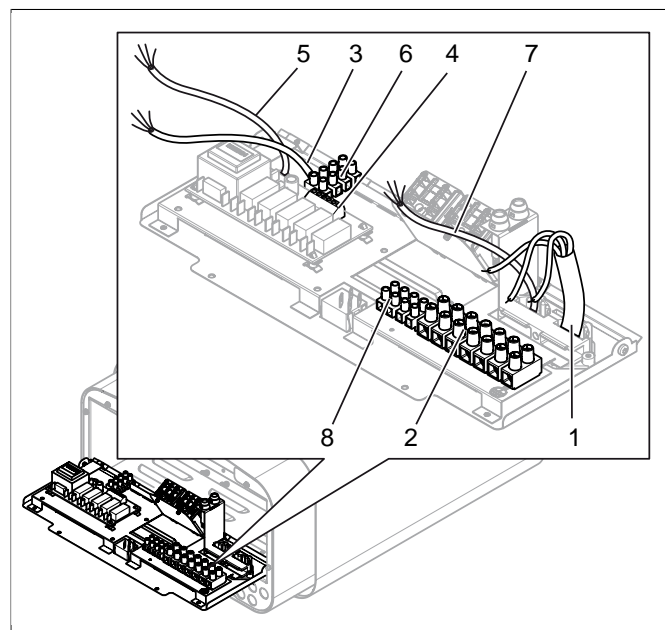
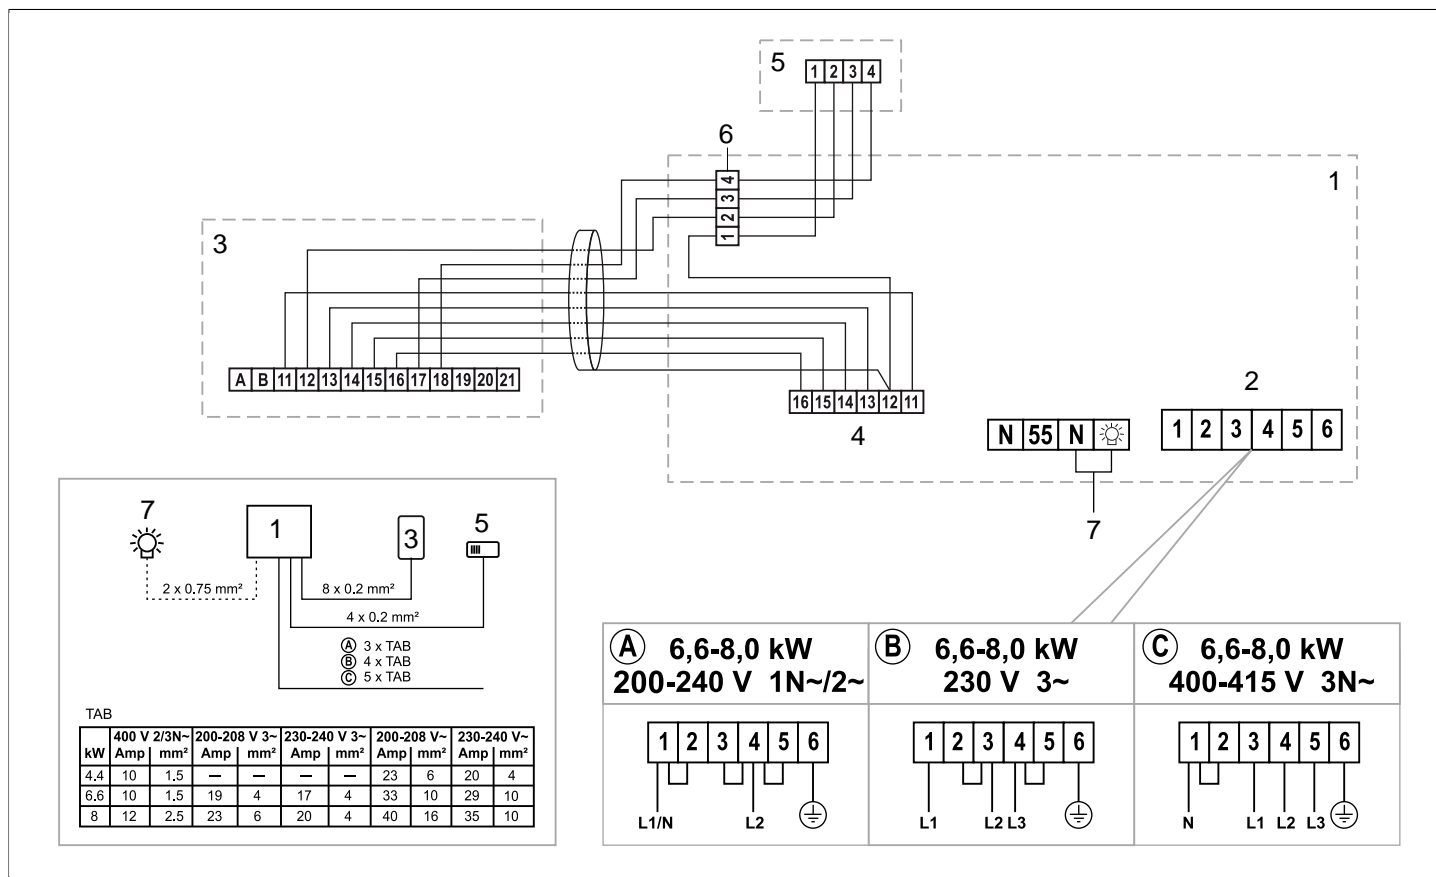

Рисунок 8: Монтажная плата
Рисунок 15: Схема соединений
Подключите провод (1) к соединению (2) (см. **Рисунок 8**, страница 4) согласно схеме соединений (см. Раздел **Подключение/Схема соединений**, страница 6).
4. Подключите провод (3) к клеммному соединению (4 и 6) (см. **Рисунок 8**, страница 4) согласно схеме соединений (см. Раздел **Подключение/Схема соединений**, страница 6).
5. Подключите провод (5) к клеммному соединению (6) (см. Раздел **Подключение/Схема соединений**, страница 6) согласно схеме соединений (см. Раздел **Подключение/Схема соединений**, страница 6).
6. Подключите провод к соединению (7) см. **Рисунок 8**, страница 4 к клеммнику (8) согласно схеме соединений **Рисунок 15**, страница 6.
При подключении к источникам напряжения или при ином числе фаз (если это не указано в **Рисунок 15**, страница 6 свяжитесь с технической службой TyLö.